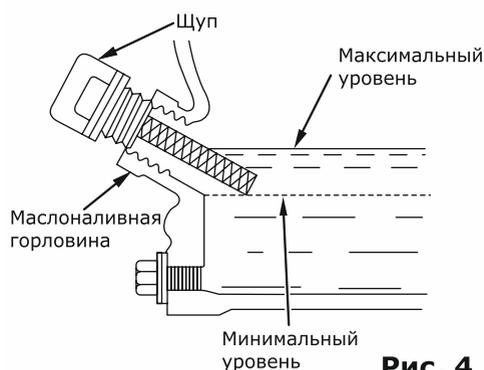

Рис. 4
- отверните и извлеките масляный щуп, проверьте уровень масла, медленно доливайте масло до нужного уровня по меткам на щупе или краю маслоналивной горловины (рис. 4);